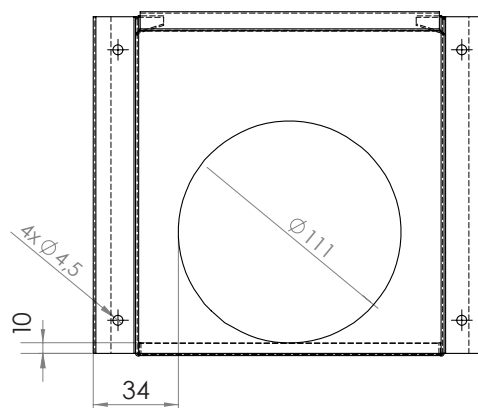

fig. 5
6. Se till att ventilåpan monteras korrekt. Tilluftsröret ska mynna ut ca 10 mm över ventilåpanns nedre kant och vara centrerad, dvs sidokanten på ventilåpan ska vara ca 34 mm från rörets ytterkant. Se fig. 5.